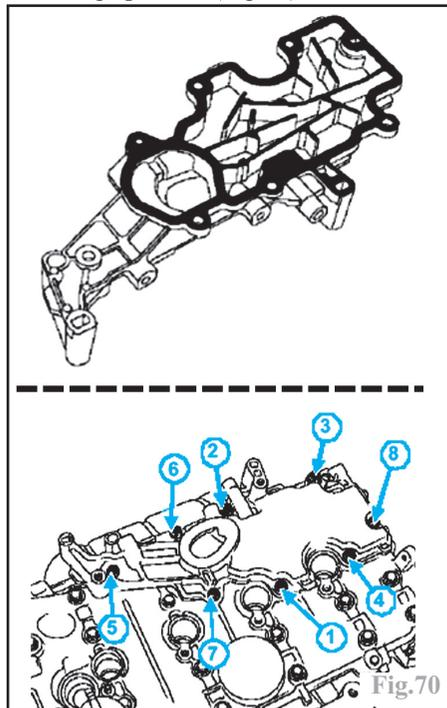

Fig.70
- le décanteur d'huile, en desserrant ses vis dans l'ordre inverse du serrage prescrit (Fig.70).
Reposer le décanteur d'huile, après avoir appliqué la même pâte d'étanchéité (par exemple **Loctite 518 rouge** ou un produit similaire anaérobie) et la même méthode que pour le couvre-culasse, sur son plan de joint propre et sec puis respecter l'ordre de serrage prescrit (Fig.70).